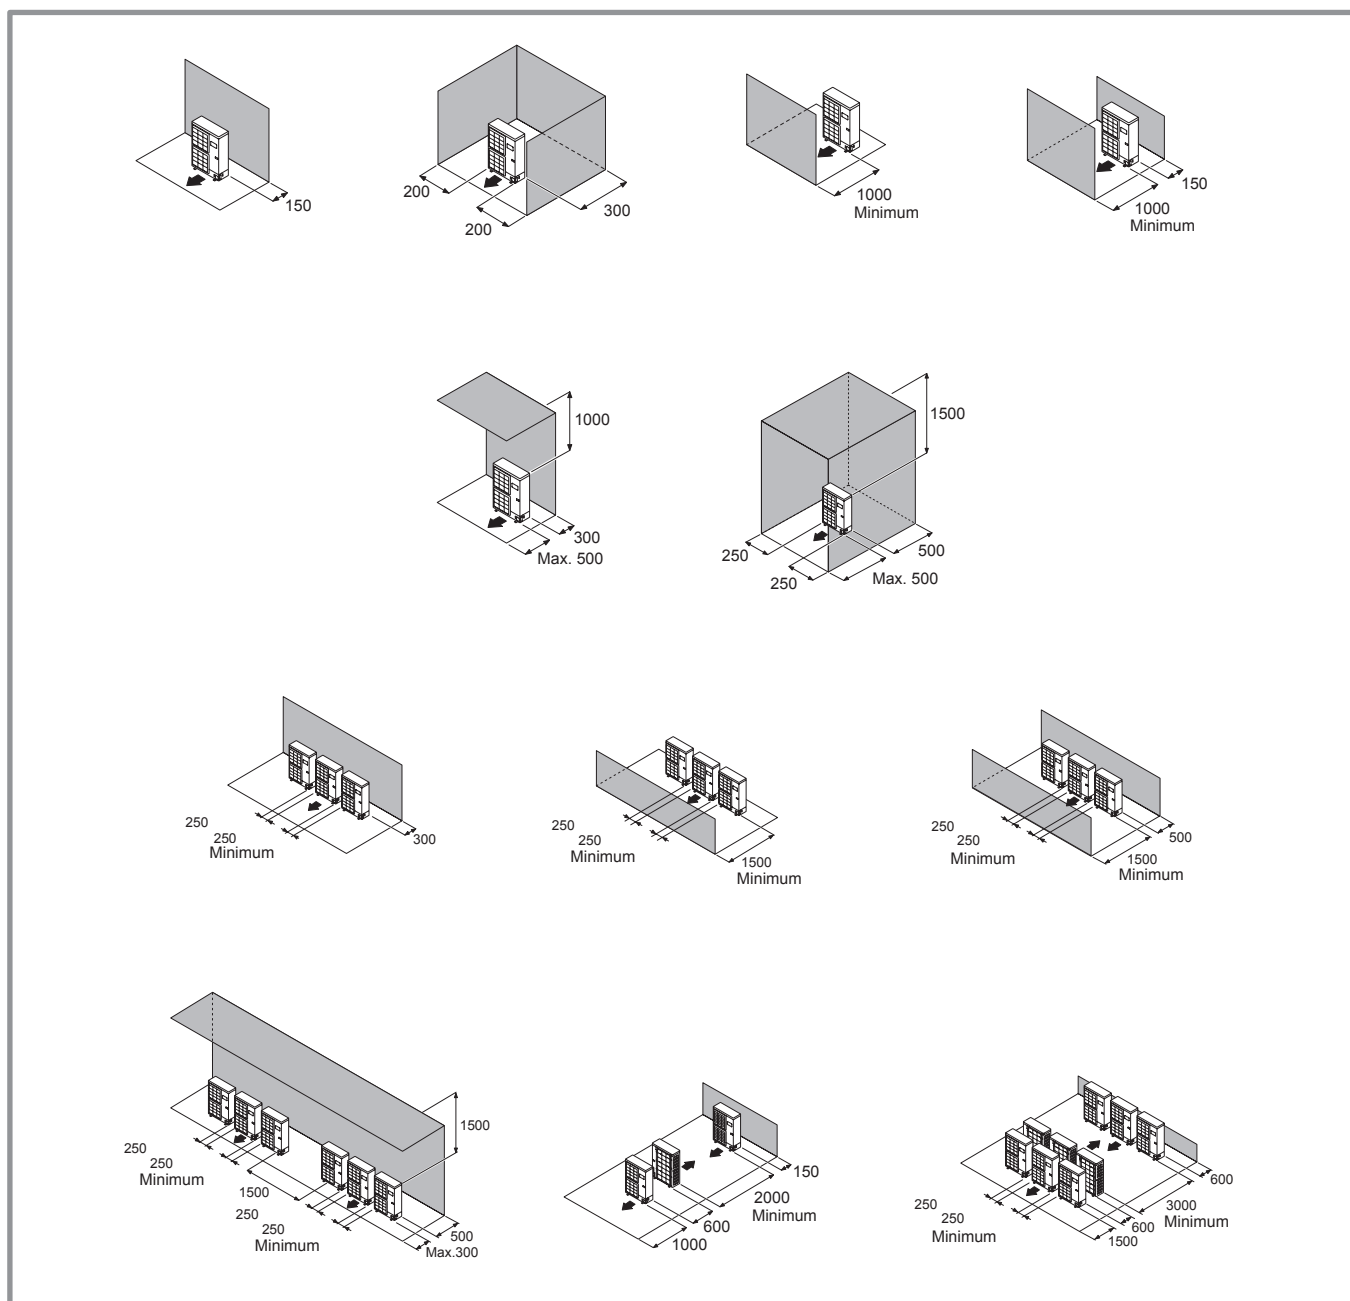

figure 12 - Dégagements minimum d'installation autour de l'unité extérieure (tous modèles)
☞ **L'unité extérieure doit exclusivement être installée à l'extérieur (dehors). Si un abri est requis, il doit comporter de larges ouvertures sur les 4 faces et respecter les dégagements d'installation (figure 12).**
- Aucun obstacle ne doit entraver la circulation de l'air à travers l'évaporateur et en sortie du ventilateur (figure 12).
L'unité extérieure doit être surélevée d'au moins 50 mm par rapport au sol. Dans les régions enneigées, cette hauteur doit être augmentée mais ne pas dépasser 1,5 m (figure 12).
(voir figure 12).